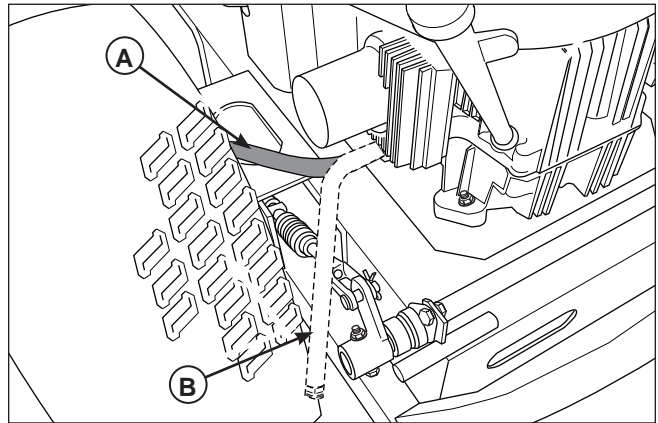

Figura 8. Drenaje de aceite del motor (Modelo de Kawasaki Representado)
2. Saque la manguera de drenaje de aceite (A, figura 8) de la posición de almacenamiento al costado izquierdo de la plataforma del motor y diríjala sobre el costado de la plataforma del motor y detrás del neumático como se muestra en la figura 8.